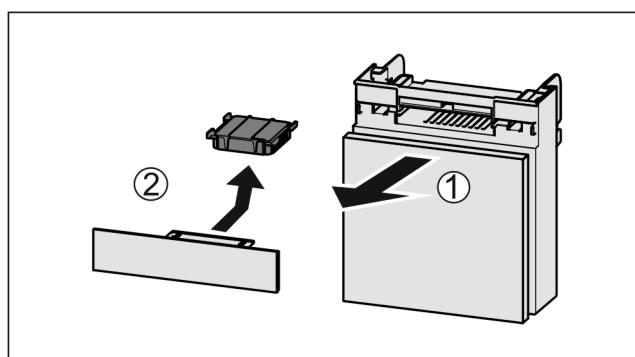

Fig. 175
- Издърпайте Fig. 175 (1) напред отделението.
- Извадете Fig. 175 (2) филтъра с активен въглен.